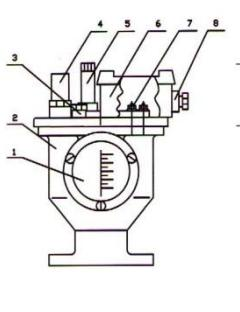
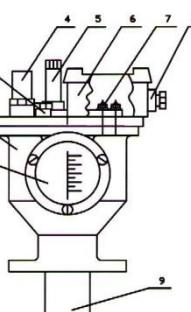

Рис. 1. Модель QJ1-40
Рис. 3. Модель QJ2-40B
Внешний вид газового реле показан на Рис. 1, 2, 3 и 4. Конструкция газового реле включает внутренние поплавки и два магнитных переключателя С и D; при срабатывании переключателей с соединительных клемм посыпается сигнал тревоги или сигнал разъединения.
5.3 Для заполнения газового реле маслом следует: 1) открутить заглушку газового клапана, поз.4 на Рис. 1,2,3,4; 2) повернуть ниппель газового клапана и выпустить газ из газового реле, при этом одновременно будет происходить заполнение газового реле маслом; 3) наблюдая через смотровое окно, показано на Рис.3, убедиться, что газовое реле полностью заполнено маслом и в нем отсутствуют пузырьков газа; 4) закрутить ниппель клапана до упора; 5) установить обратно заглушку газового клапана.